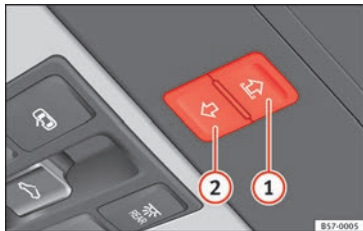

Abb. 141 In der Dachinnenverkleidung: Tasten des Sonnenschutzrollos.
Die Taster **» Abb. 141 (1) und (2)** haben zwei Stufen. In der ersten Stufe kann das Sonnenrollo ganz oder teilweise geöffnet oder geschlossen werden.
- *Sonnenschutzrollo*: bevor ca. 5 Sekunden ab der Aktivierung des Einklemmschutzes verstreichen, drücken Sie den Taster » » **Abb. 141** , bis sich das Rollo vollständig schließt.